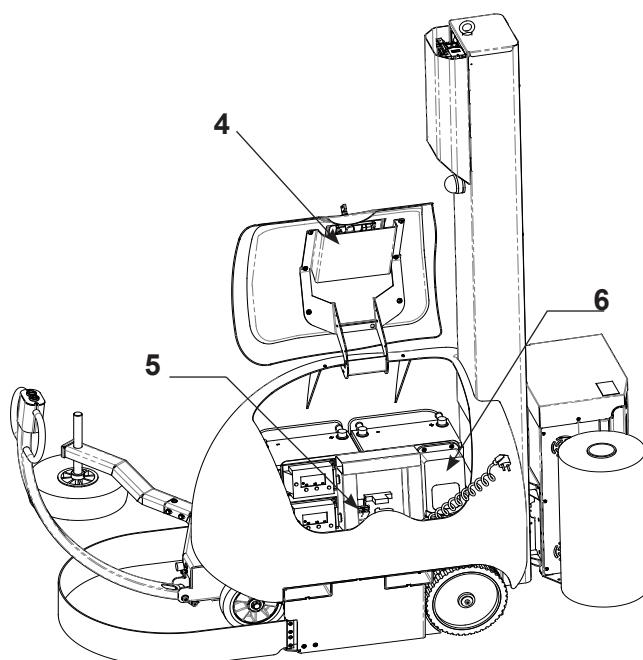

Fig. 6.3-1
La macchina dispone di due batterie da 12 V, collegate in serie e alloggiate nel vano centrale, accessibile sollevando il portello (4) (Fig. 6.3-1) del pannello di comando. Tra i due accumulatori si trova il connettore di alimentazione delle batterie (5), da staccare in caso di manutenzione o interventi all'interno della macchina; il carica-batterie (6) è alloggiato sulla piastra di fondo. La durata della batteria dipende dalla cura che si ha di essa, è importante che la batteria sia mantenuta sempre carica, nei periodi in cui la macchina rimane ferma le batterie devono essere controllate e ricaricate almeno una volta ogni due mesi.
La machine dispose de deux batteries de 12 V, reliées en série et logées dans le logement central, accessible en soulevant le volet (4) (Fig. 6.3-1) du tableau de commande. Entre les deux accumulateurs se trouve le connecteur d'alimentation des batteries (5), qui doit être débranché en cas d'entretien ou d'intervention à l'intérieur de la machine; le chargeur de batterie (6) est logé sur la plaque du fond.